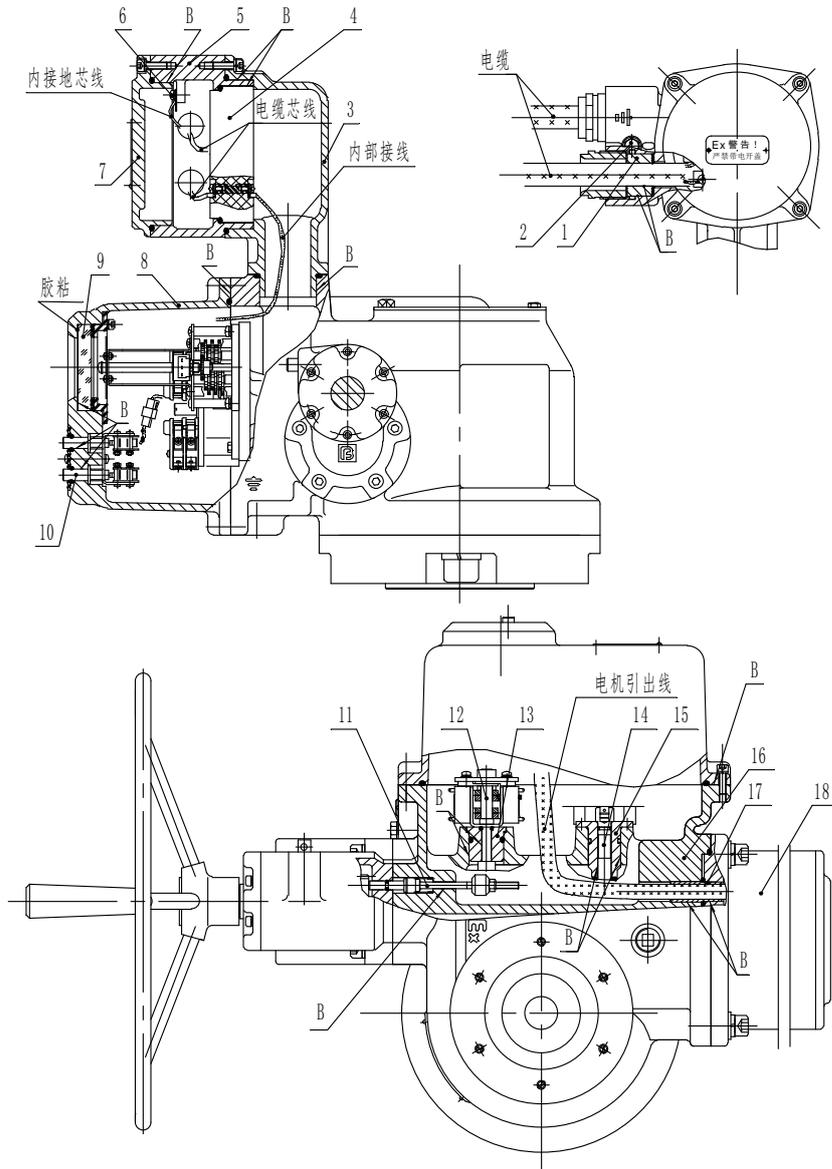
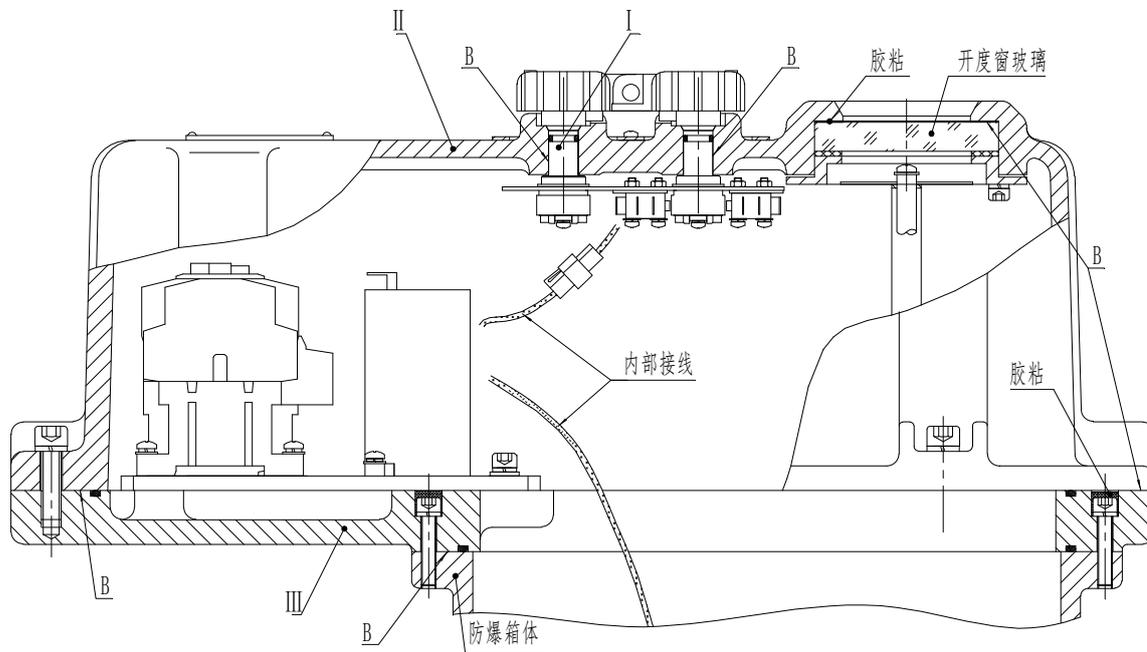

图 1 普通型防爆结构图
图 2 整体型（箱罩部套）防爆结构图
- 图 1、图 2 中所示的隔爆接合面(标记“B”), 在调试、维修时均不得有磕碰、划伤现象。9032B 以下机座的接线盒座与防爆箱体连接处的四个隔爆螺钉绝对不可漏装(图中未标出)。
- 当隔爆零件损坏时, 应立即更换。合格零件未装上前产品不得进行电动操作(普通型隔爆零件的名称参见图 1 和表 1, 整体型隔爆零件的名称参见图 1、2 及表 1、2)。
● 整体防爆型产品是在普通防爆型产品的基础上，将普通防爆箱罩部套替换为整体防爆箱罩部套使电动装置成为整体型结构。您在使用整体型产品时，其防爆结构请将图 1、图 2 结合起来参考。